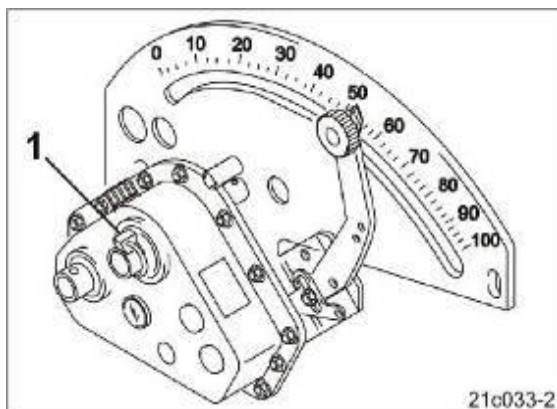

Рис.51
Ворошильный вал приводится в действие, если пружинный фиксатор (Рис. 51/1) вставлен в отверстие полого вала редуктора.
6.7.21. Пружинный фиксатор установите на полый вал (см. Рис. 51).